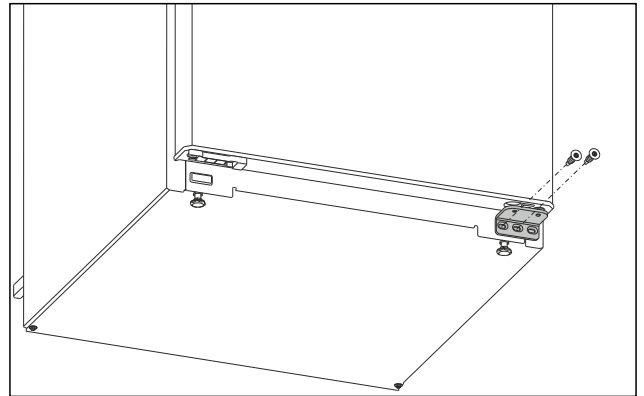

Fig. 4
- Sur le support de palier inférieur, dévisser la vis centrale avec un tournevis Torx 20. Fig. 4 ()
- Sur le support de palier inférieur, dévisser la vis intérieure avec un tournevis Torx 20. Fig. 4 ()